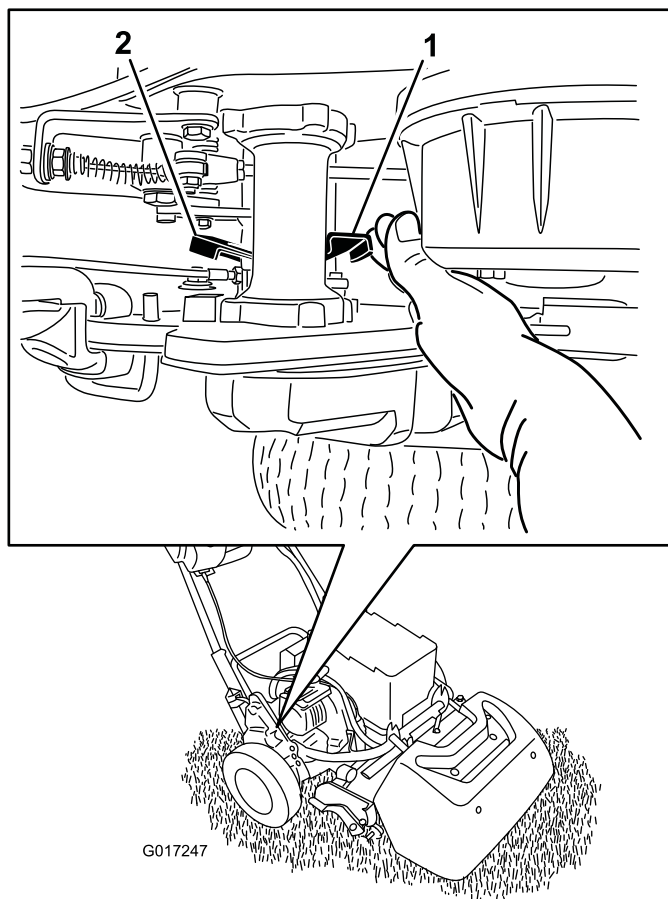

Figura 38
1. En la esquina derecha trasera de la máquina, localice la palanca de engranado/desengranado de la tracción junto al tambor del alojamiento de la transmisión (Figura 38).